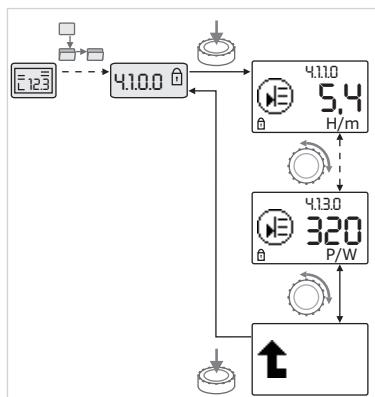

Fig. 46: Pozivanje informacija
- Okretanjem gumba za posluživanje upravljaljajte elementima izbornika tipa „Informacija“ aktualnog podizbornika (vidi Fig. 46). Objasnjenja postavki predstavljenih simbolima vidi u tablici u poglavljiju 8.7 „Referenca elemenata izbornika“ na stranici 37.